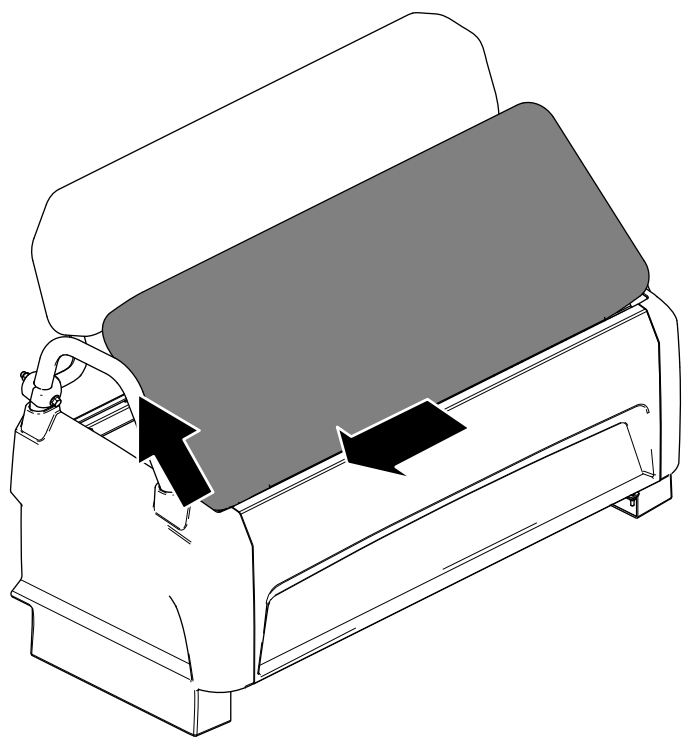

Figure 27
2. Faites glisser le coussin sur le côté pour le dégager des goupilles, puis soulevez-le (Figure 27).